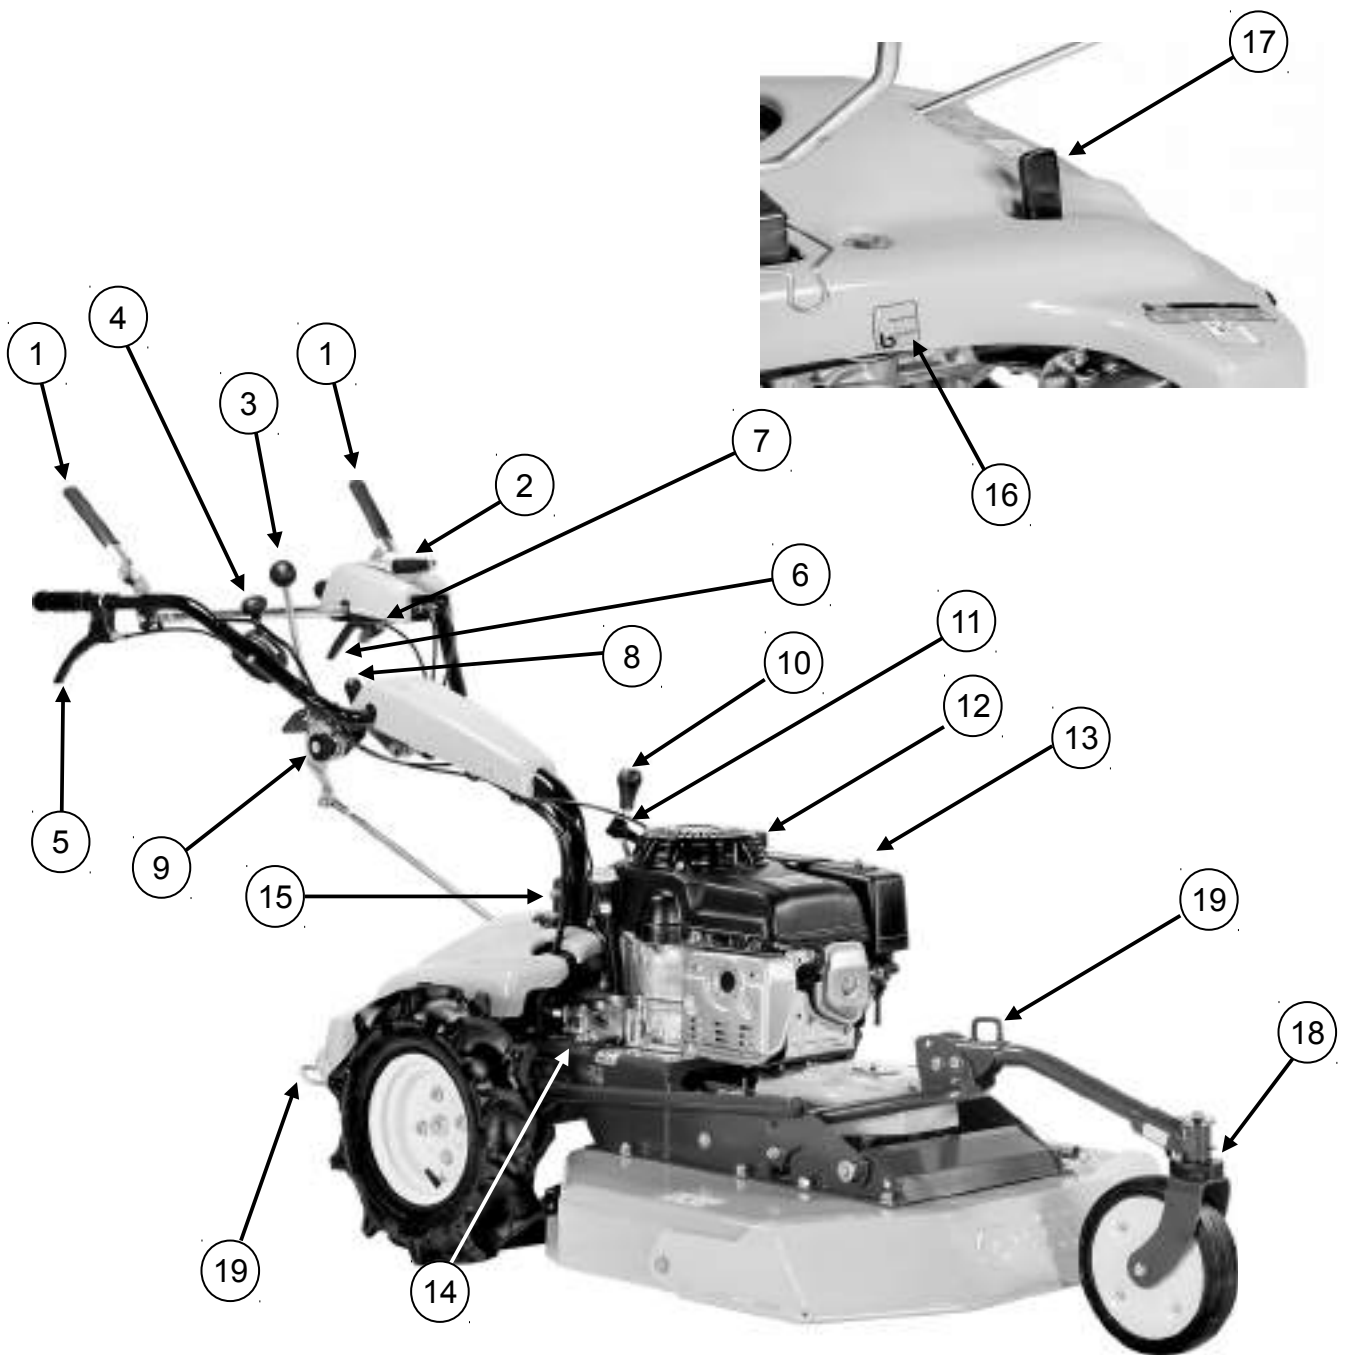
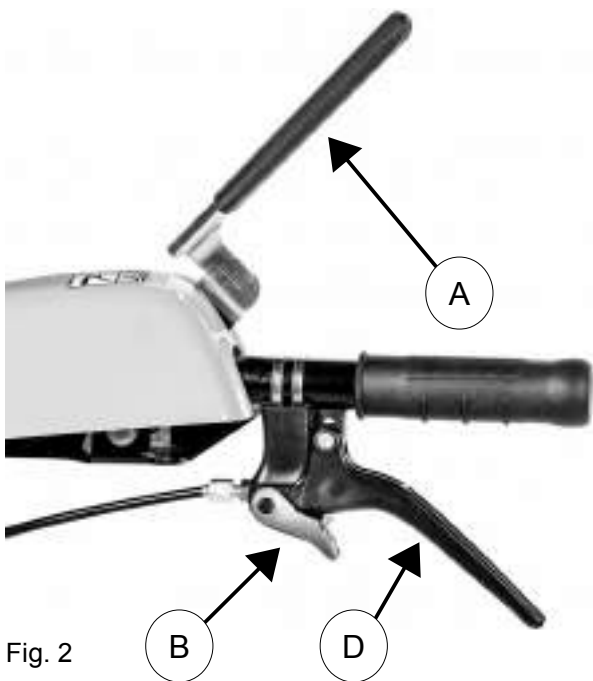

Fig. 1
Fig. 2
- Pousser jusqu'à la mi-course la manette de l'accélérateur (fig. 1, n. 4).
- Mettre le moteur en marche, en tirant avec force la poignée du lanceur (fig. 1 n. 11).
- Choisir la hauteur de coupe à l'aide de la manivelle (fig. 1 n. 10), accélérer convenablement le moteur, pousser les leviers (fig. 1, n. 1) et enclencher le levier prise de force (fig. 1, n. 2 – dans la photo la prise de force est déclenchée). Actionner doucement le levier d'avancement (fig. 1, n. 3) et commencer le travail. Pour s'arrêter laisser les deux leviers sur le guidon (fig. 1, n. 1). La rotation de la lame s'arrête automatiquement.
- Le levier (fig. 1, n. 3) sert pour choisir la vitesse de travail et également pour la marche arrière. Si l'on déplace en avant, on choisit la vitesse en avant, si l'on déplace en vers l'arrière, on choisit la marche arrière – actionnez-le doucement. En laissant les deux leviers sur le guidon (fig. 1, no. 1), le levier en marche arrière retourne automatiquement dans la position du STOP.
- à côté du levier d'avancement et marche arrière (fig. 1, n. 3) il y a un pommeau (fig. 1, réf. 9), qui règle la souplesse du levier. La machine est équipée d'un mécanisme qui déclenche automatiquement la marche arrière. Ne pas empêcher le fonctionnement du pommeau.
Le blocage différentiel se met en fonction en utilisant le levier (fig. 2, réf. D) et il est possible de le maintenir en utilisant le levier rouge (fig. 2, réf. B). Utiliser le blocage différentiel en cas de glissement des roues motrices. Afin de maintenir l'adhérence de la machine on recommande d'utiliser le blocage différentiel en descentes, en pentes et pour tondre en travers aussi. Il est en outre possible de bloquer la roue avant en rectiligne à travers le mécanisme approprié (fig. 1, n. 18).
Respecter les normes contenues dans le manuel du moteur en ce qui concerne les intervalles de lubrification; il est toutefois indispensable de remplacer l'huile après les 20 premières heures de travail. Première précaution à prendre: le moteur doit être correctement entretenu avec un filtre à air, des ailettes de refroidissement, une culasse propre et l'huile moteur au niveau souhaité. Contrôler le filtre à air toutes les 4 heures ou même plus fréquemment si l'environnement est très poussiéreux (fig. 1, no. 13). Contrôler la grille d'aspiration du refroidissement du moteur (fig. 10).
Pour activer et désactiver la rotation de la lame, utiliser le levier (fig. 1, n. 2) : en laissant les leviers la lame s'arrête (fig. 1, n. 1). Pendant l'activation le moteur doit être à mi-régime et la machine doit se trouver hors du gazon à couper. La lame se désactive en laissant le levier (fig. 2, réf. A). La lame doit s'arrêter en 5 secondes; si cela ne se passe pas ainsi, il faut enregistrer le frein en intervenant sur le ressort de charge (fig. 6, réf. A), et en remplaçant éventuellement le corps freinant (fig. 7, réf. B). **Important: Cette opération doit être effectuée dans un Centre d'Assistance autorisé.**
Le dispositif de déblocage de la traction est placé latéralement sous le carénage arrière de la machine (fig. 1, n. 16); en cas d'avarie, placer le levier en point mort pour pouvoir déplacer la machine manuellement. Dans la position interne la machine est en point mort.
Après avoir terminé votre travail, laisser le levier pour déclencher la lame (fig. 1, réf. 2) et effectuer le parcours de retour avec le plateau de coupe en position de hauteur maximale en utilisant le levier (fig.1, no. 1). Pour s'arrêter laisser les leviers d'avancement (fig.1, no. 1). Afin d'arrêter le moteur conduire l'accélérateur dans la position de STOP (fig. 4, réf. C).
Si la machine doit être transportée avec un camion ou remorque, baisser le plateau de coupe, insérer le frein de stationnement (fig. 1, n. 17) et fixer la machine au véhicule avec des câbles ou cordes. La machine est équipée de trois points de fixations: un placé sur le support de la roue avant et deux placés dans la partie arrière de la machine sur le châssis (fig. 1, réf. 19).